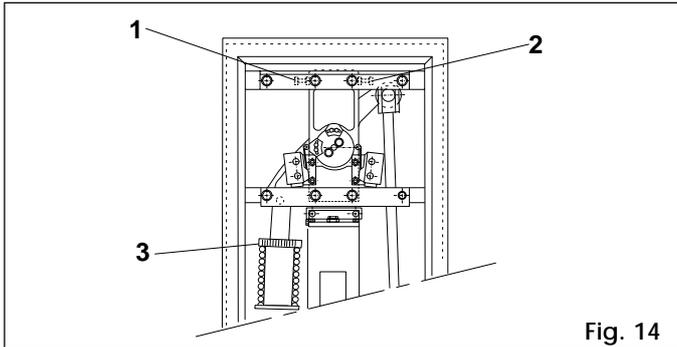

Fig. 14
- 5) Regular los topes mecánicos de final de carrera, de apertura y de cierre (Fig. 14, ref. 1 y 2). Verificar el equilibrio del mástil según las instrucciones dadas en el apartado 4.4.
- 2) Girar la virola de precarga (ref. 3 Fig. 14) . El mástil está equilibrado cuando permanece quieto en las posiciones de 0° y 90°. Si la barrera tiende a cerrarse, girar la virola en el sentido de las agujas del reloj; si tiende a abrirse, girarla en el sentido contrario.